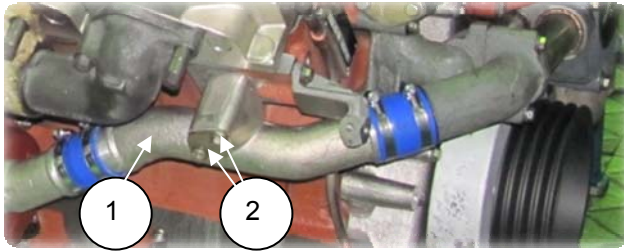

Рис. 2.47
1. Снять патрубок переходной (1), (850.1303044), отвернув 2 болта М10 (2) (S=14) (рис. 2.47).